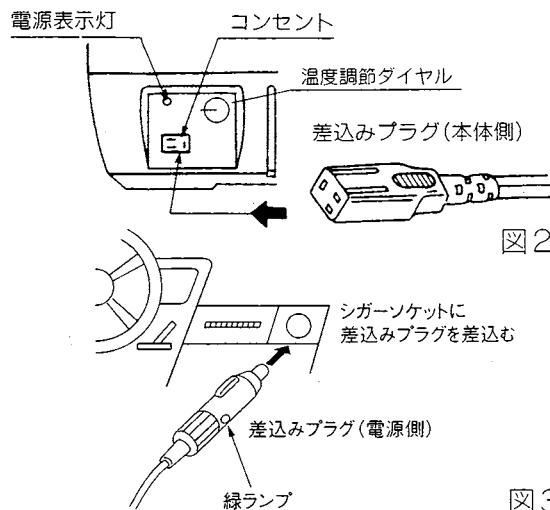

図2
1. 電源コードの差込みプラグ(本体側)を冷蔵庫のコンセントに差込んでください。(図2)
2. 温度調節ダイヤルを“OFF”に合わせてください。(図2)